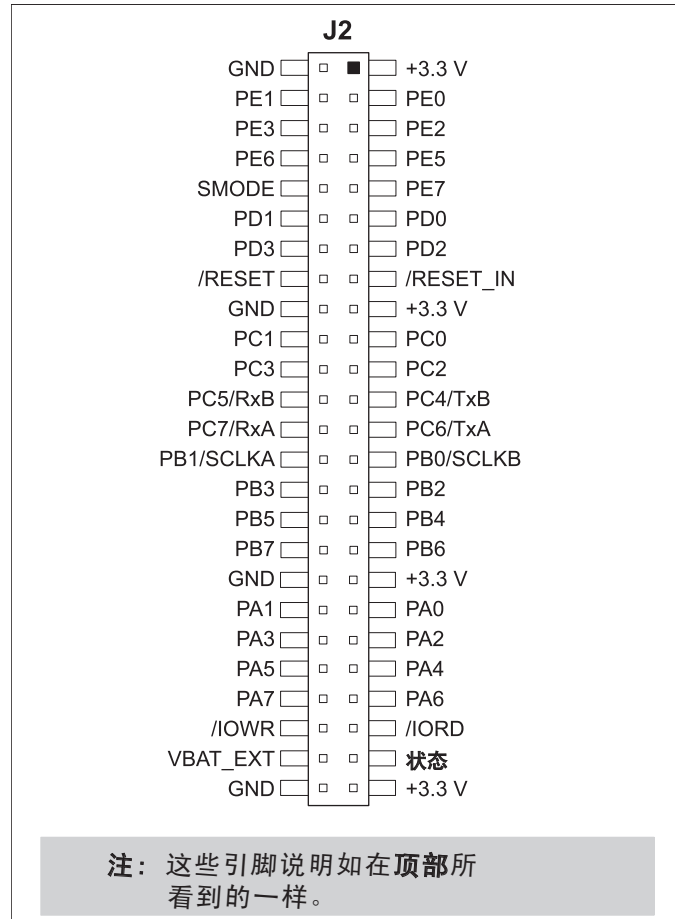

图 D-4. MiniCore 电路板引脚说明
- **模块扩展电路板连接器**—RCM5700 模块完整的引脚组复制在电路板连接器 J2 的下方。开发者能够把线直接焊接入适当的孔内,或者,对于更为灵活的开发而言,可以将 2×25 的电路板连接条以 0.1" 间隔焊接就位。见图 D-4 的电路板连接器引脚说明。
数字输入 / 输出附件板向用户提供了便于显示电路板连接器 J2 下方标记点的 RCM5700 连接点。电路板连接插槽 J2 的引脚说明如图 D-4 所示。